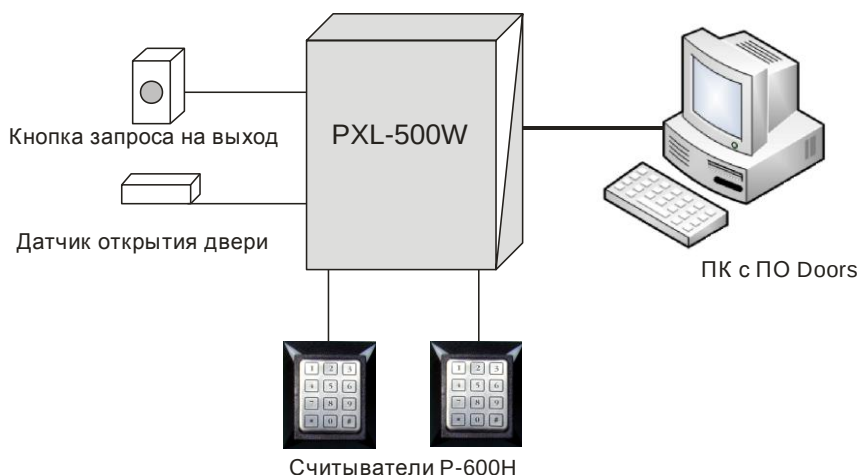

Рис. 1.1. Схема соединения устройств для изучения возможностей контроллера СКУД PXL-500W
Схема соединения используемого в данной лабораторной работе оборудования показана на рис. 1.1.
2. Провести подключение элементов лабораторного стенда в соответствии с рис. 1.1. Схема контроллера PXL-500W приведена в приложении А.